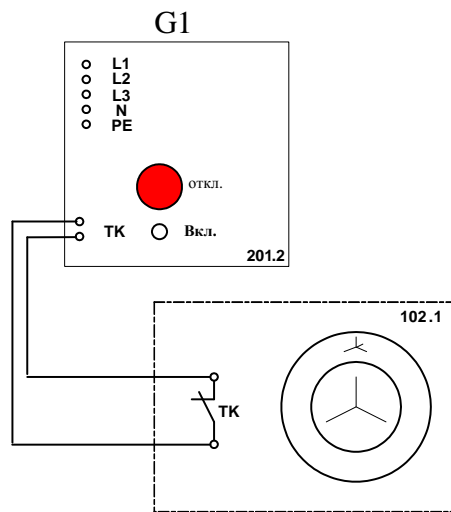

Рис. 3. Электрическая схема соединений тепловой защиты машины переменного тока
- Соберите электрическую схему соединений тепловой защиты машины переменного тока (рис. 3).